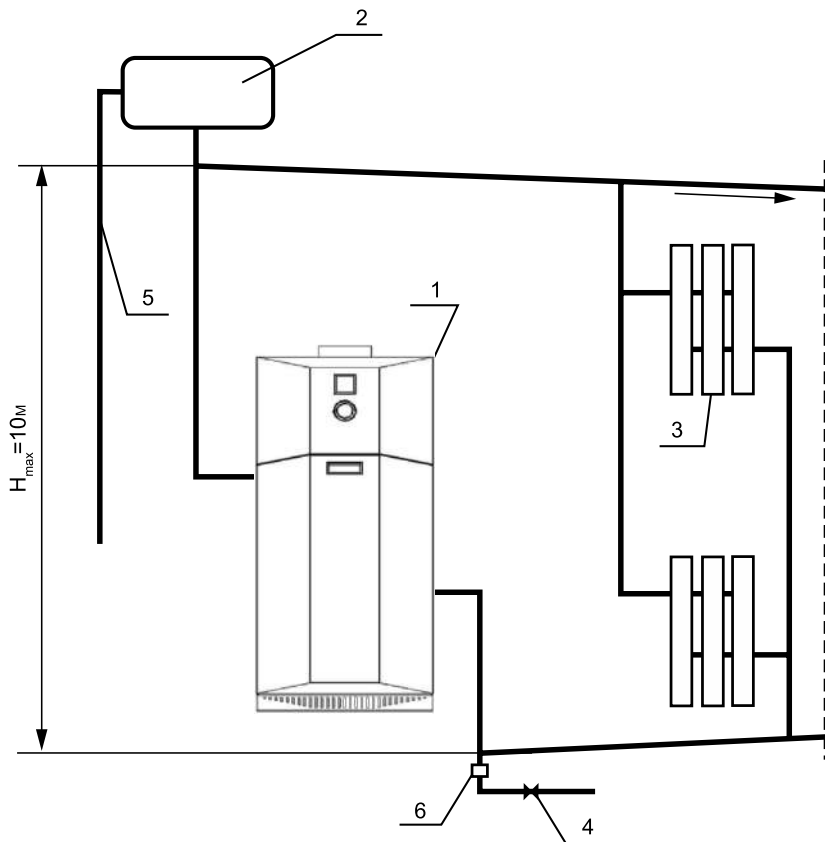

Рис. 2.
- 6.7. Р ширительный б чок уст н влив ется в верхней точке гл вного стояк , жел тельно в от плив емом помещении. З прец ется уст н влив ть вентиль н сигн льной трубе (см. рис. 2, 3).